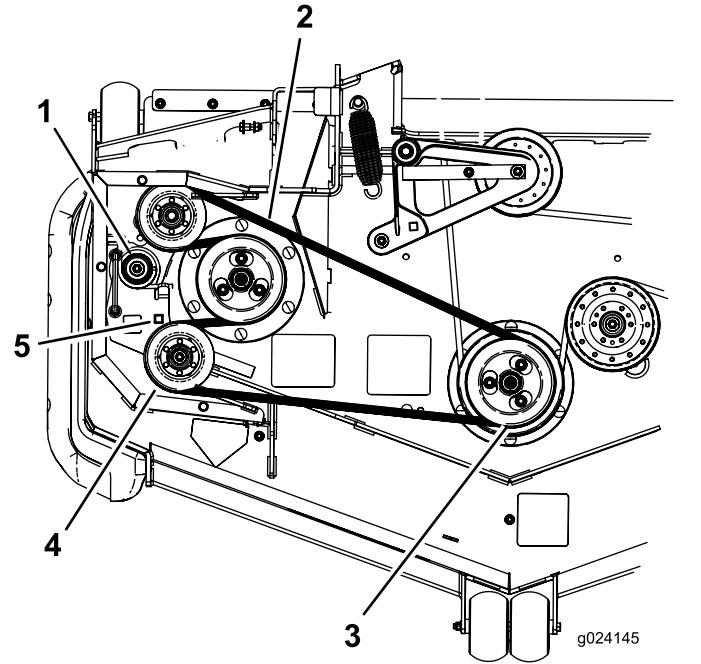

Bild 93
9. Setzen Sie eine Ratsche in das rechteckige Loch im Spannarm ein, um die Spannung an der Spannscheibenfeder zu lösen (Bild 93).
10. Ziehen Sie den Riemen von der Riemscheibe des Mähwerks ab (Bild 93).
11. Ziehen Sie den Riemen von den restlichen Riemscheiben ab (Bild 93).
13. Setzen Sie eine Ratsche in das rechteckige Loch ein und nehmen Sie die Spannung von der Feder; verlegen Sie dann den neuen Riemen um die Spannscheibe (Bild 93).